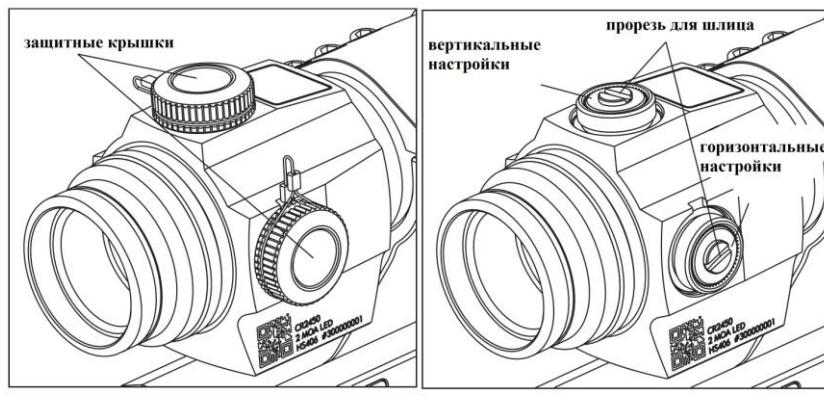

рис.6
- Сверху прицела находится барабан вертикальных поправок, справа – барабан горизонтальных поправок (Рис.6). На фабрике прицельная марка устанавливается в среднее положение.
- Сначала снимите защитную крышку (см. Рис.6), вставьте шлиц отвертки в прорезь на барабане ввода поправок и поверните его вправо или влево, чтобы сделать нужную поправку. Каждый щелчок приводит к смещению точки попадания на 0,5 МОА.